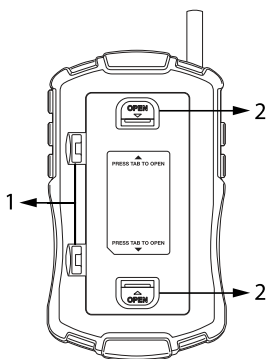

Figura 2 Apertura delle linguette del vano batteria (1) e del vano cavi (2).
BR90 è alimentato da quattro batterie AA da 1,5 V. Per installarle, aprire il vano batterie sul retro usando i fermi come mostrato in Figura 2 (1). Inserire le batterie con la corretta polarità. Assicurarsi che il vano batterie sia ben chiuso prima dell'uso. L'indicatore di stato della batteria appare nell'angolo superiore sinistro del monitor video.
Il cavo della telecamera si trova nell'alloggiamento di BR90. Per accedere al cavo, premere le due linguette del vano come mostrato in Figura 2 (2). Rilasciare il cavo per la lunghezza necessaria e chiudere l'alloggiamento. Per riporre il cavo dopo l'uso aprire l'alloggiamento, avvolgere il cavo e richiudere l'alloggiamento.